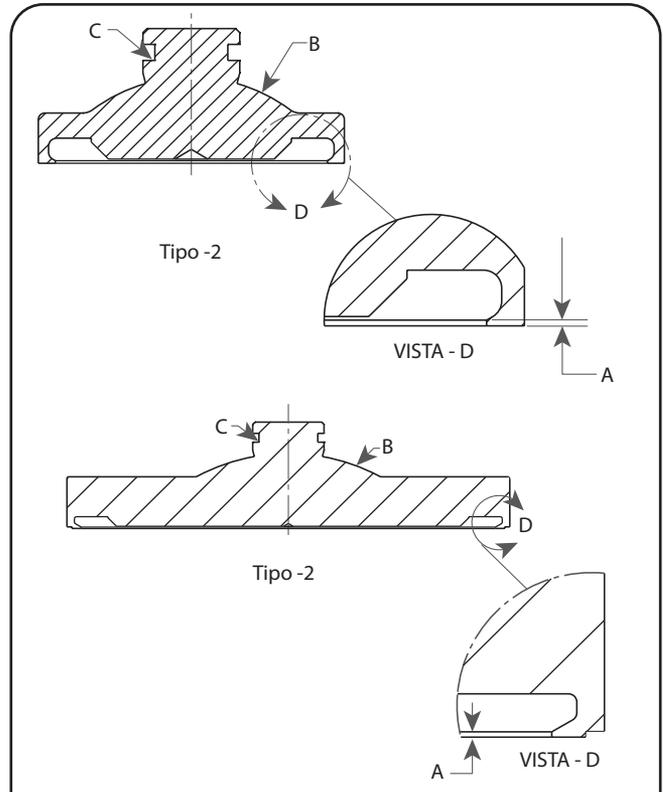

Figura 19: Diseño de Thermodisc
8. Disco de asiento metálico Thermodisc: Este disco (Figura 19) no se puede mecanizar. Se puede lapear siempre y cuando se haya mantenido la dimensión A mínima. Si el lapeado no arregla el área dañada, la pieza debe desecharse.
- a. Los defectos y daños del asiento no pueden ser lapeados sin reducir la dimensión "A" de la figura 19 y de la tabla 6. Si la dimensión no se puede medir, reemplace el Thermodisc.